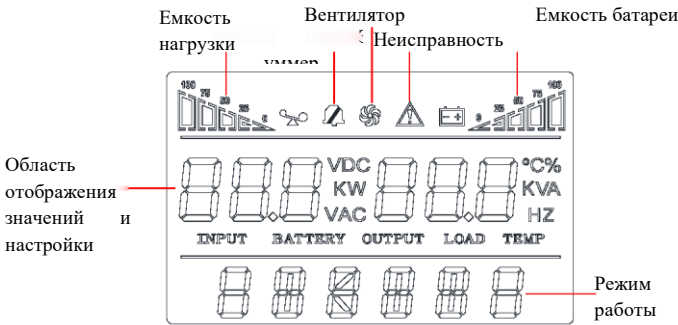

Рисунок 14 – Меню ЖК-дисплея
7.3.1 ЖК-дисплей разделен на три области (рисунок 14): Область отображения иконок, область отображения значений и настроек, а также область режима работы.